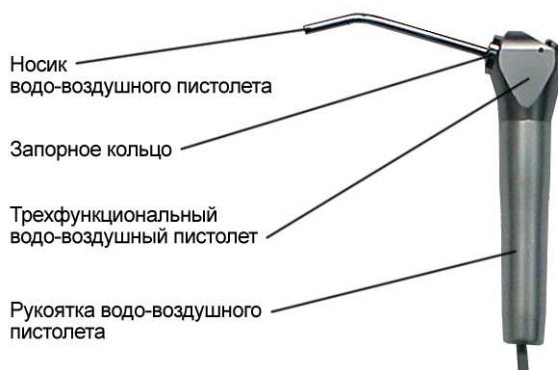

Рис. 7. Трехфункциональный водо-воздушный пистолет
- Нажмите запорное кольцо, вставьте носик водо-воздушного пистолета; отпустите кольцо – носик будет зафиксирован (см. рис. 7).